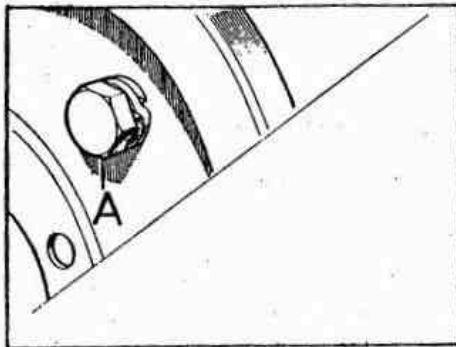

Fig. E -7 - Ajustador de las zapatas del freno
- 1.5. Aflojar por completo los ajustadores de las zapatas del freno (Fig. E -7), para que éstas no rocen contra el tambor.